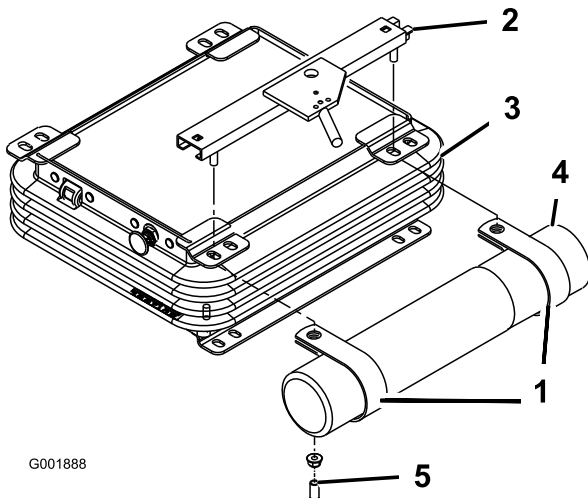

Figura 7
2. Remova as duas porcas e as cunhas de vinil (se estiverem instaladas) que fixam o suporte superior do banco no lado esquerdo da suspensão do banco (Figura 7).
3. Monte, sem apertar, as braçadeiras R nos pernos do suporte do banco com as 2 porcas que retirou anteriormente (Figura 7).
4. Instale o tubo manual nas braçadeiras R e aperte as porcas (Figura 7).